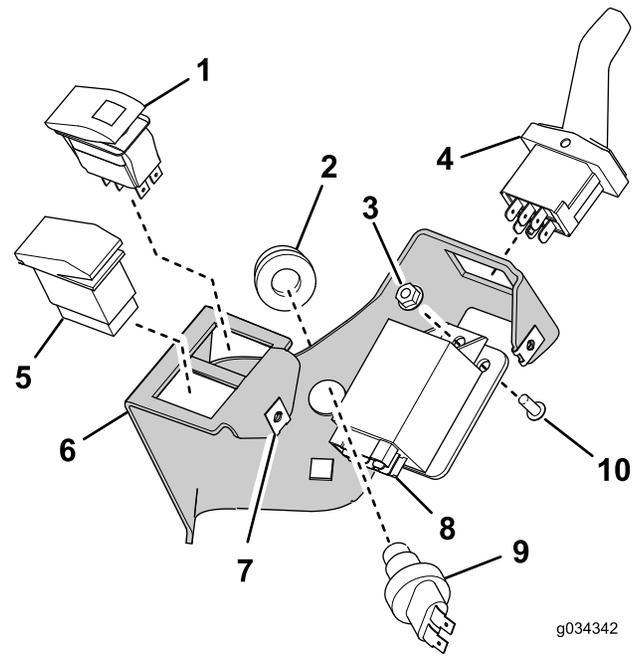

Figura 12
1. Instale os componentes como se mostra na Figura 12.